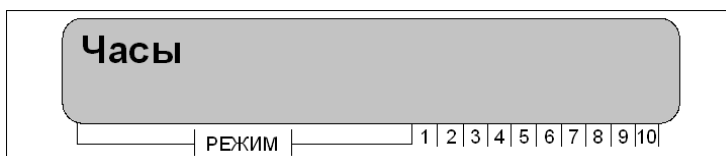

Рисунок 15 – Пункт меню «Часы»
- нажатием клавиши «ВПЕРЕД» необходимо выбрать пункт меню «Часы», рисунок 15;